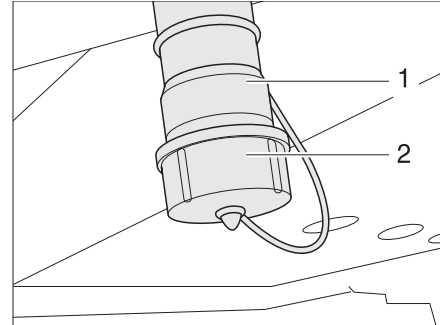

Fig. 231 Conexión de salida de aguas residuales
En las conexiones de salida de aguas residuales (Fig. 231,3) se puede conectar un tubo flexible.
- Desbloquear la caperuza (Fig. 231,4) de las conexiones de salida de aguas residuales (Fig. 231,3) girándola un cuarto de vuelta en sentido de las agujas del reloj y extraerla.